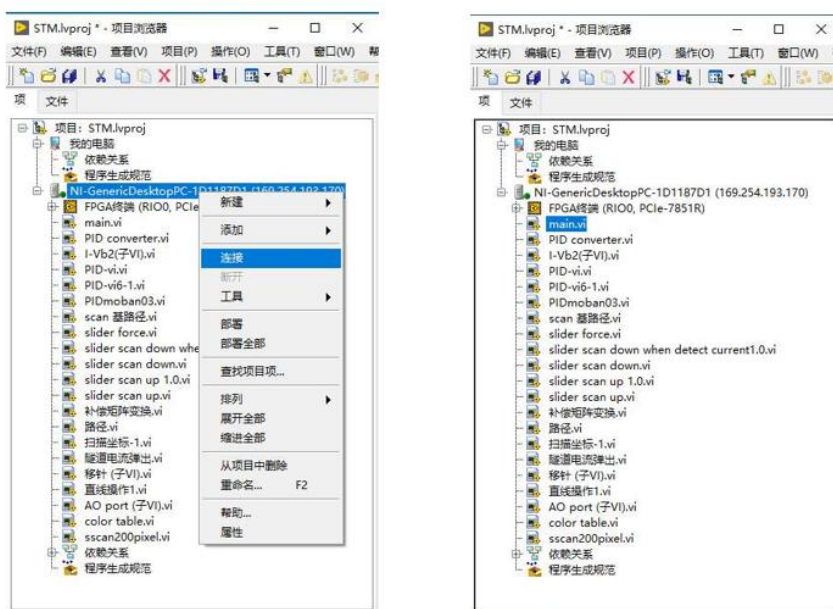
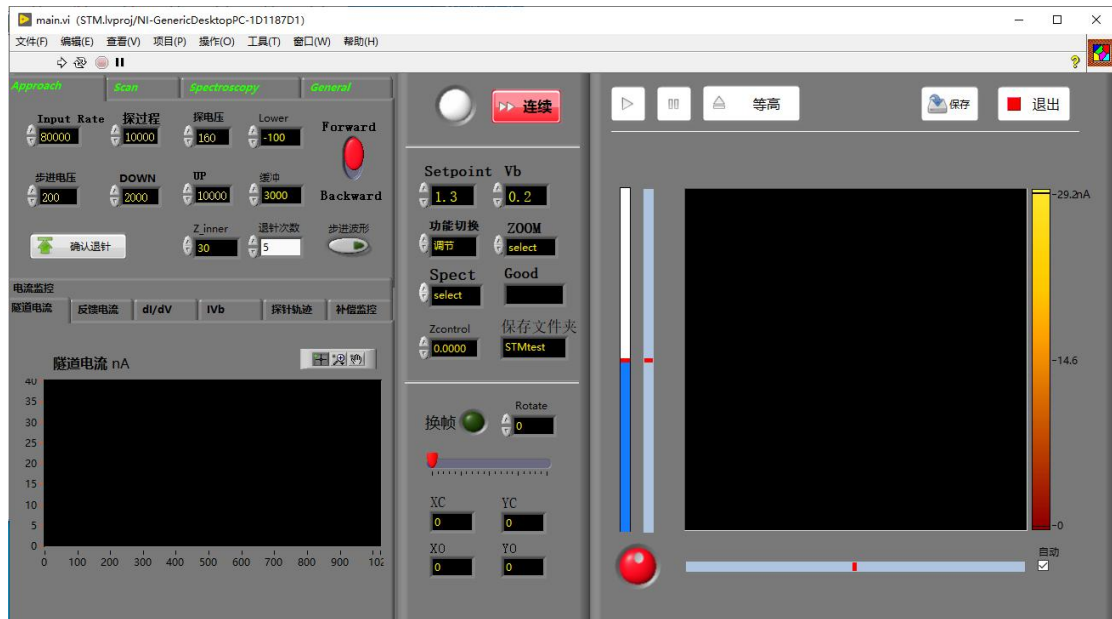

图 10 STM 测试软件打开步骤截图
图 11 STM 测试软件界面图
(1) 启动软件：打开 NI 软件，选择打开 STM.lvproj 项目文件，连接控制器，打开主程序 main.vi，如图 10 所示。程序界面如图 11 所示。